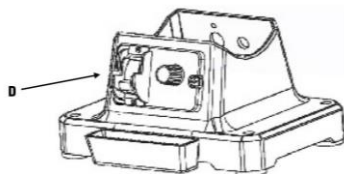

fig. 6
1. Repérez l'interrupteur de marche/arrêt (D) à l'avant de la base de l'outil (fig. 6).